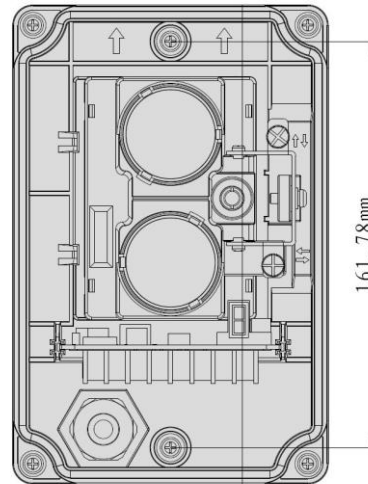

Figura 5: Rivelatore a fascio
4. Fissare la base del rivelatore alla staffa utilizzando due viti standard M4x12x10. Fare riferimento alla Figura 5